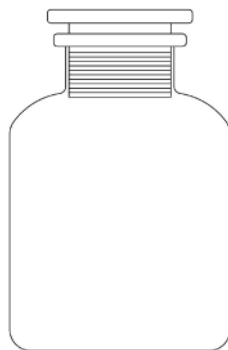

Рис. 100. Штанглас
8. **Штанглас** (рис. 100) - это аптечная тара (банка с притертой пробкой), из которой берут лекарственные или вспомогательные вещества для приготовления лекарства по рецепту. Штангласы не являются основным хранилищем для медикаментов, а их содержание систематически пополняется из крупных банок или бутылей, находящихся в материальной комнате или подвале аптеки.